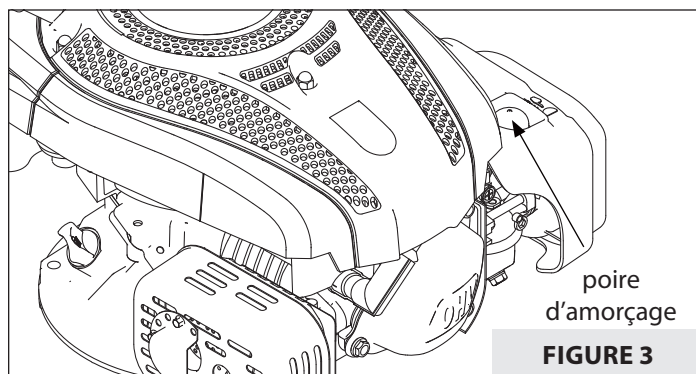

FIGURE 3
2. Appuyer sur la poire d'amorçage à trois reprises. Laisser la poire revenir complètement avant chaque pression. **VOIR FIGURE 3.**